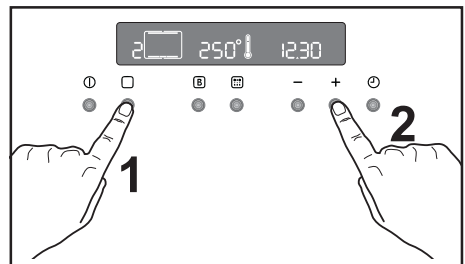

Abb. 2
- Drücken Sie die Taste  zweimal und wählen Sie die Funktion „Ober- und Unterhitze“  (Abb. 2).